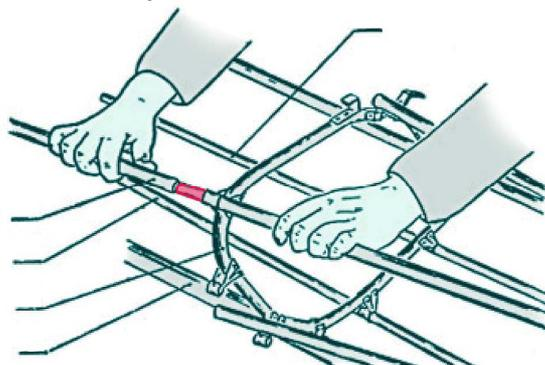

Рисунок 4.
3. К блоку штевня присоединяются длинные стрингеры 21, 22 и брусья привальные 20 (трубки с большим диаметром) (рис.4).